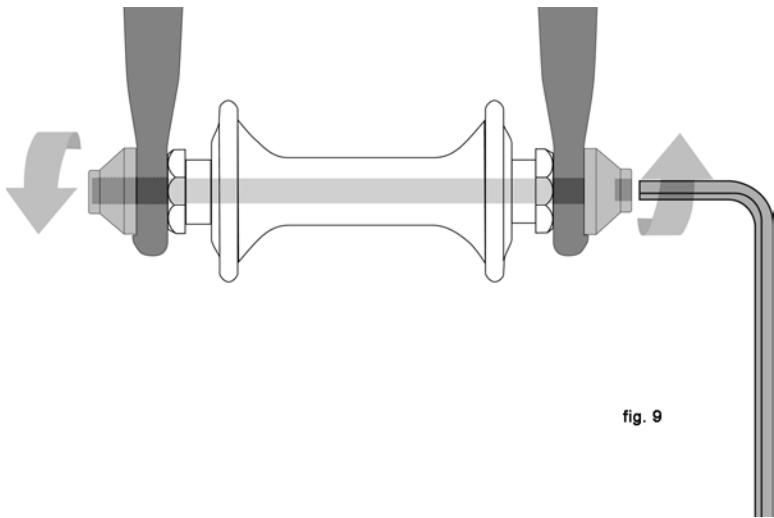

fig. 9
- En hul aksel med en hurtigkobling ("skewer") som går gjennom den med en mutter på den ene siden og gjenger til en unbrakonøkkel, låsespak eller annen festemekanisme på den andre (through bolt, fig. 9)